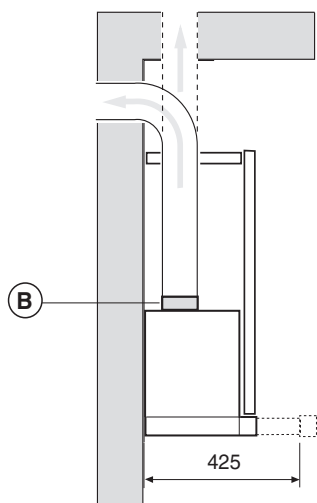
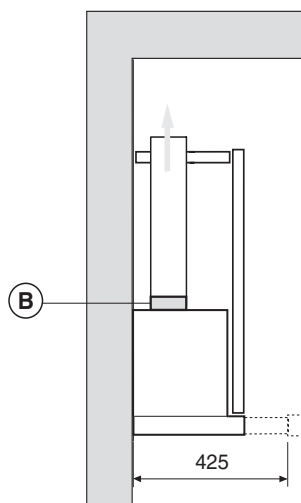
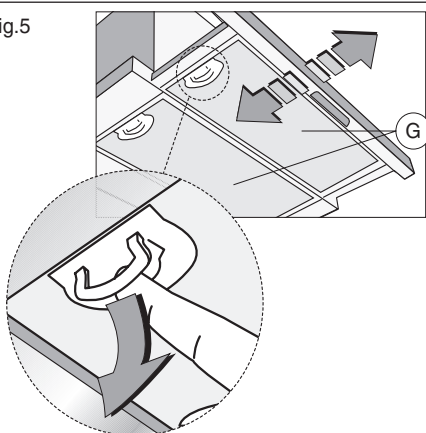

Fig.4
Fig.5
Fig.6
- La distanza minima fra la superficie di supporto dei recipienti di cottura sul dispositivo di cottura e la parte più bassa della cappa da cucina deve essere di almeno 65 cm. Se dovesse essere usato un tubo di connessione composto di due o più parti, la parte superiore deve essere all'esterno di quella inferiore. Non collegare lo scarico della cappa ad un condotto in cui circoli aria calda o utilizzato per evacuare fumi degli apparecchi alimentati da un'energia diversa da quella elettrica. Prima di procedere alle operazioni di montaggio, per una più facile manovrabilità dell'apparecchio disinserire il filtro/i antigrasso (Fig.5).
I filtri devono essere applicati al gruppo aspirante posto all'interno della cappa centrandoli ad esso e ruotandoli di 90 gradi fino allo scatto d'arresto (fig.6). Per effettuare questa operazione rimuovere i pannelli **G** (fig.5). L'aria viene rimessa nell'ambiente attraverso un tubo di connessione passante attraverso il mobile e collegato all'anello di raccordo **B** (fig.4).